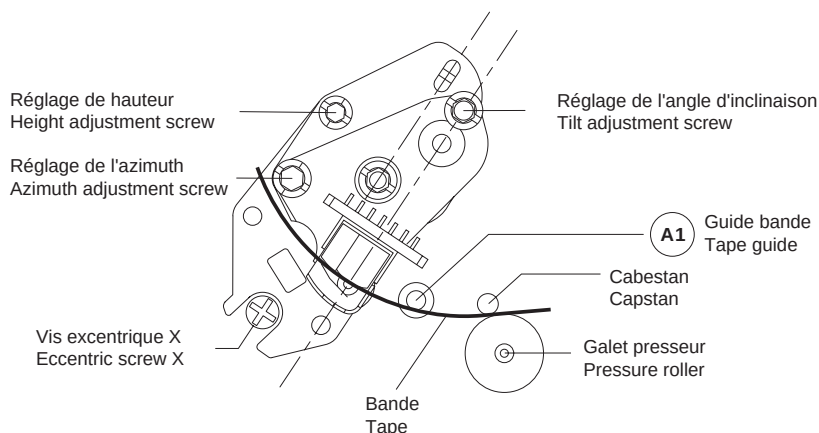

Fig. 25
- A l'aide de la vis de réglage de l'angle d'inclinaison (Fig. 25) bien ajuster le bord inférieur de la bande au ras de l'épaule inférieur du guide-bande "A1" (la bande ne doit pas être en appui sur son bord inférieur).
- By means of the tilt angle adjustment screw (Fig. 25) move the tape until the lower edge just touches the tape guide "A1" (the lower edge of the tape must not bend).
- A l'aide de la vis de réglage de hauteur régler la tension de sortie au maximum (Fig. 25).
- A l'aide de la vis de réglage d'azimut régler la tension de sortie au maximum (Fig. 25).
- Adjust for maximum output voltage with the height adjustment screw (Fig. 25).
- Adjust to maximum output voltage with the azimuth adjustment screw (Fig. 25).
- Appuyer sur la touche ①.
- A l'aide de la vis excentrique (Fig. 25) régler le signal de suivi de piste "TRIV" au maximum (couplage DC).
- Press the ① button.
- With the eccentric screw (Fig. 25) adjust the "TRIV" tracking signal to maximum voltage (DC-coupling).